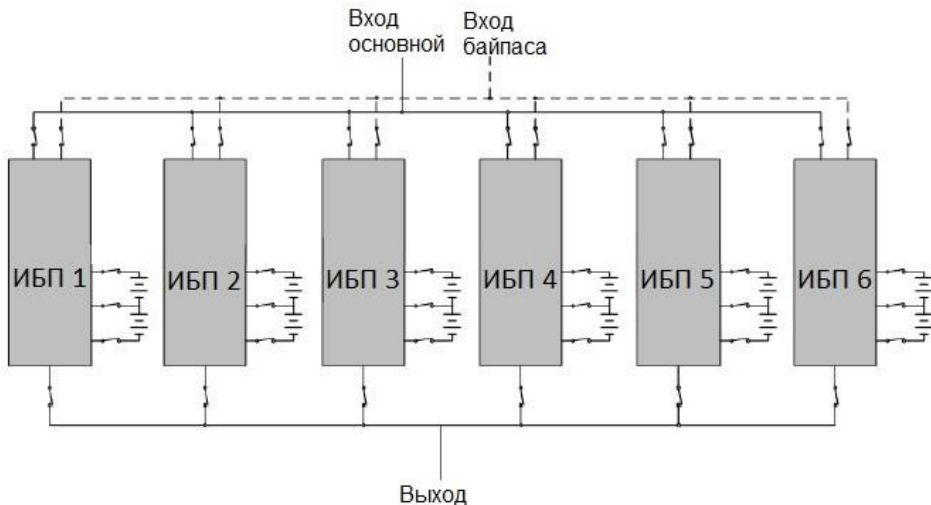
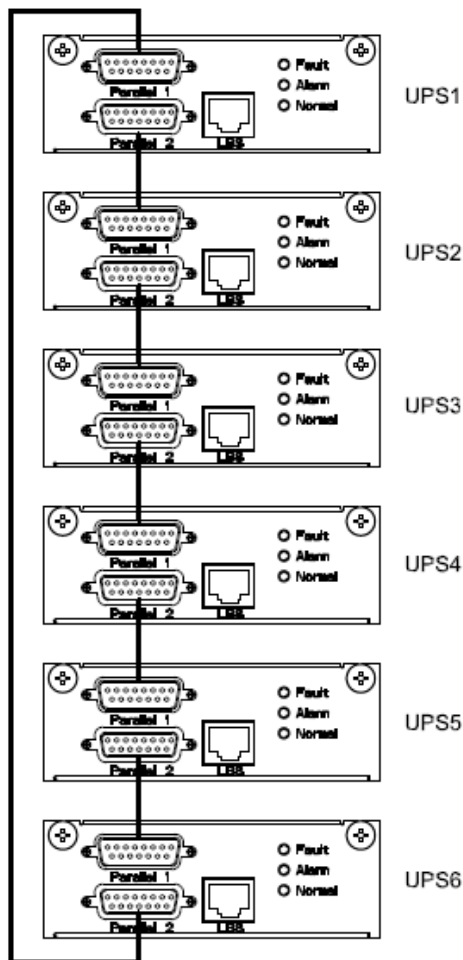

Рисунок 6 — Пример схемы подключения изделий в систему параллельного резервирования с выходным распределительным шкафом
Рисунок 7 — Схема соединения изделий в «кольцо» через параллельные порты
Изделие имеет встроенный параллельный контроллер и может работать в системе бесперебойного питания с параллельным резервированием (см. рисунок 6 и рисунок 7). Целью такой системы является либо повышение надежности (резервирование), либо увеличение общей выходной мощности (масштабирование).
- отключите входное сетевое питания каждого изделия, убедитесь в том, что все внешние выключатели разомкнуты (см. рисунок 6);